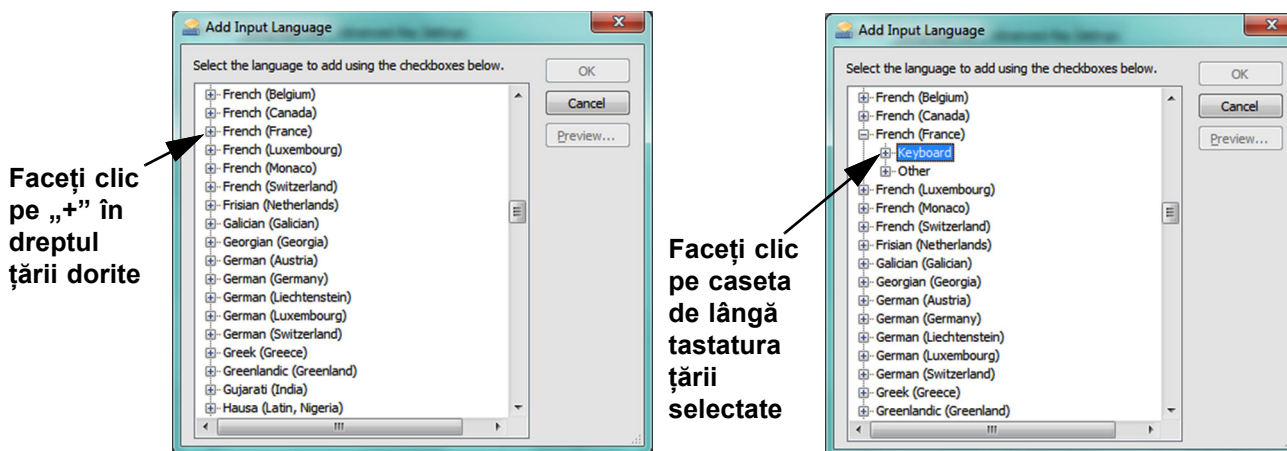
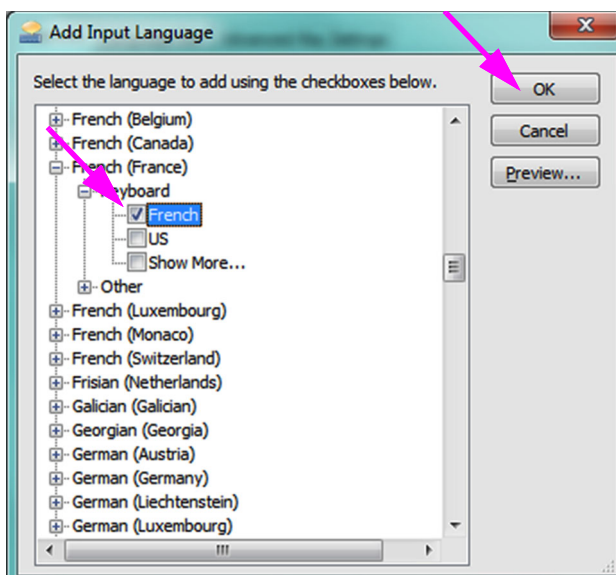

Figura C-9. Ecranul Adăugare limbă de tastatură cu limba franceză selectată (exemplu)
Figura C-10. Fereastra Adăugare limbă de tastatură cu toate opțiunile
4. În fereastra Adăugare limbă de tastatură (Add Input Language), utilizați meniul vertical pentru a selecta combinația de limbă (țară) dorită, faceți clic pe + lângă limbă (țară), apoi faceți clic pe + lângă tastatură (consultați **Figura C-9**).
5. După selectarea noii tastaturi care corespunde limbii selectate în **Figura C-9**, sub tastatura selectată apare un meniu vertical (consultați **Figura C-10**).